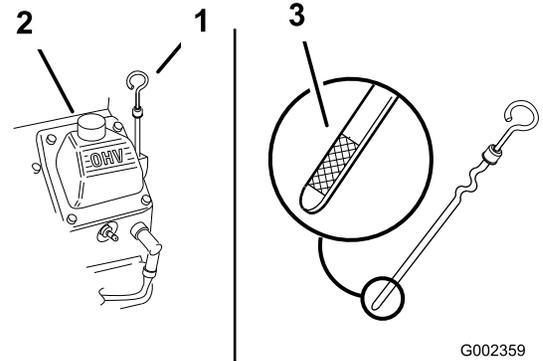

图20
3. 清洁量油尺周围的区域图20防止灰尘落入注油孔并损坏发动机。
4. 拧下量油尺并将端部擦拭干净图20。
5. 将量油尺完全滑入加油管但切勿旋回管子图20。
6. 慢慢向加油管图20注入规定油量的大约 80%。